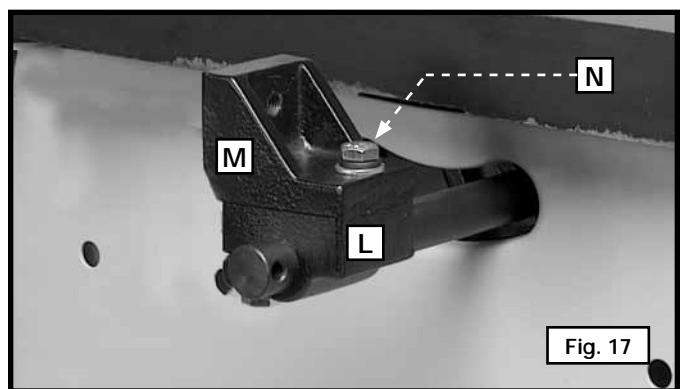

Fig. 17
9. Alinee el orificio en el soporte del hendedor superior (M) Fig. 17, con el orificio en el soporte del hendedor inferior (L). Coloque una arandela de bloqueo de 7,938 mm (5/16"). Luego, coloque una arandela plana de 7,938 mm (5/16") en un tornillo de cabeza hexagonal 5/15-18x25,4 mm (1") (N). Inserte el tornillo (N) a través del orificio en el soporte del hendedor superior (M) y enrosque el tornillo en el soporte del hendedor inferior (L).